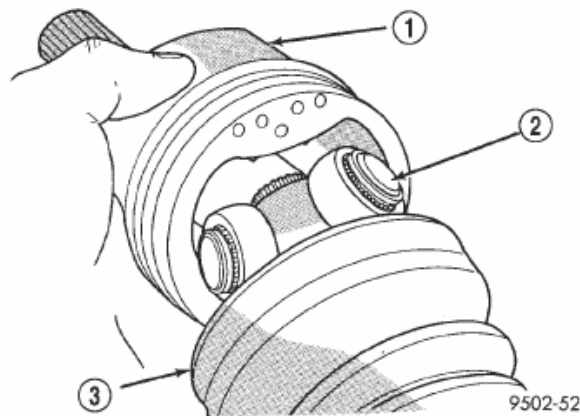

Fig. 33 Instalación del alojamiento de la articulación de tipo Tripod en el conjunto de cruceta
(4) Distribuya en el alojamiento de la articulación de tipo Tripod la mitad de la grasa del paquete de servicio de la funda fuelle sellante (NO UTILICE NINGUN OTRO TIPO DE GRASA). Ponga la cantidad restante en la funda fuelle sellante.
(5) Alinee el alojamiento de la articulación de tipo Tripod con el conjunto de cruceta y luego deslice el alojamiento de la articulación de tipo Tripod sobre el conjunto de cruceta y el eje de interconexión (Fig. 33).